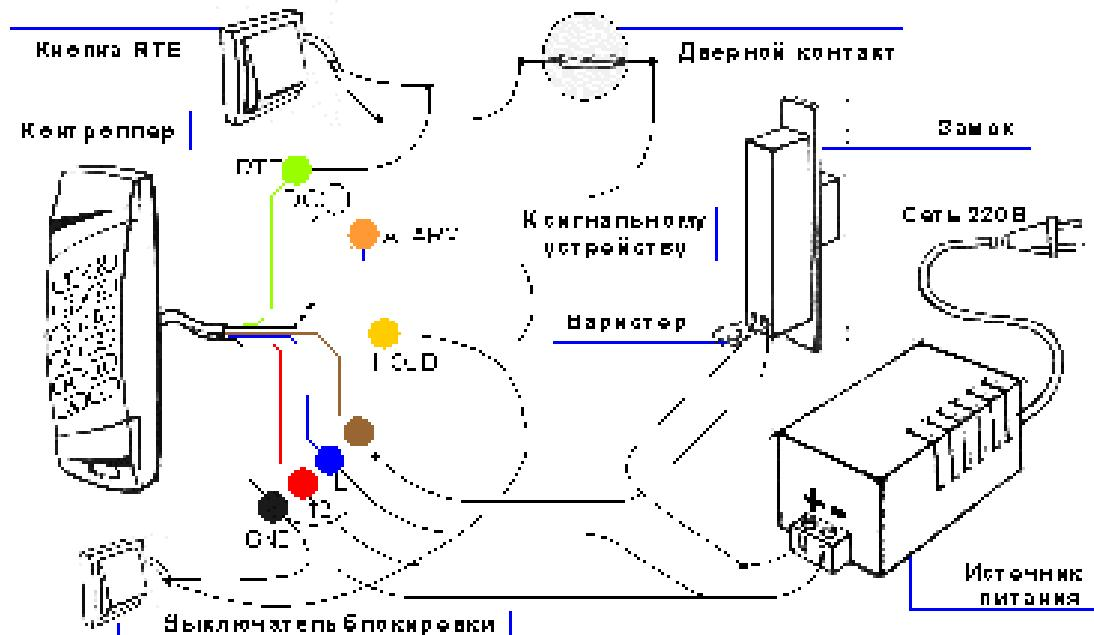

Рисунок 2. Подключение контроллера в заводской конфигурации.
- Электрозамок или электрозащелка, отпираемые напряжением. Подключаются в соответствии со схемой (рисунок 2).
- Сигнальное устройство. Подключается в соответствии со схемой (рисунок 2).
Для использования дополнительного охранного датчика, его необходимо подключить в соответствии со схемой, приведенной на рисунке 3. Если необходимо, на датчик следует подать питание от того же источника, от которого питается контроллер. Если питание датчика осуществляется отдельного источника, то необходимо объединить земли (общий провод) обоих источников питания. Остальные элементы системы подключаются в соответствии с приведенными выше указаниями (рисунок 2).